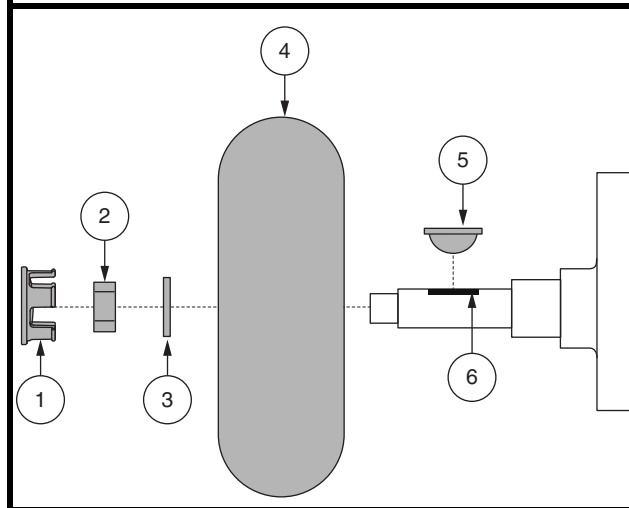

Figura 24. Rimozione dei pneumatici pieni
3. Rimuovere cappuccio, dado e rondelle dall'assale della ruota. **Vedere figura 24.**
4. Rimuovere il dado dalla ruota e la rondella dal perno. **Vedere figura 24.**
9. Inserire la nuova ruota sull'asse. Assicurarsi che la chiave dell'assale sia nell'apposita fessura. **Vedere figura 24.**